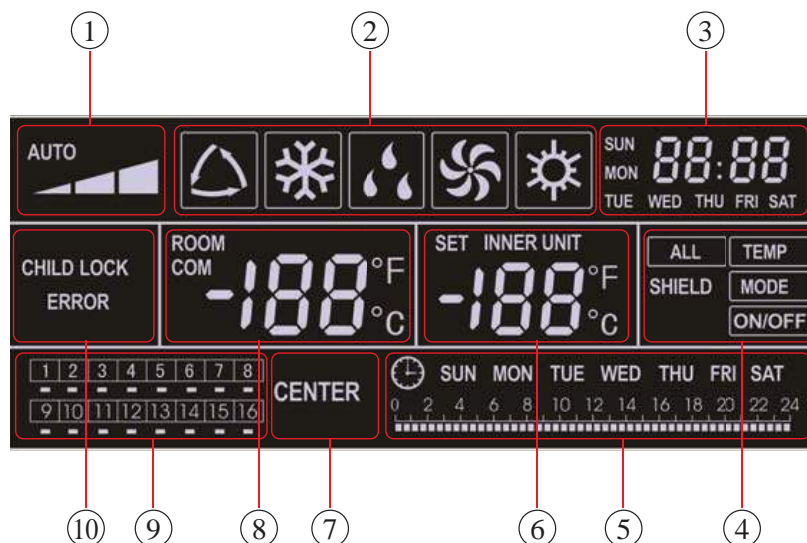

Рис. 3.22
3.5.7 Описание индикации пульта CE50-24/E см. рисунок 3.22 и табл.3.7